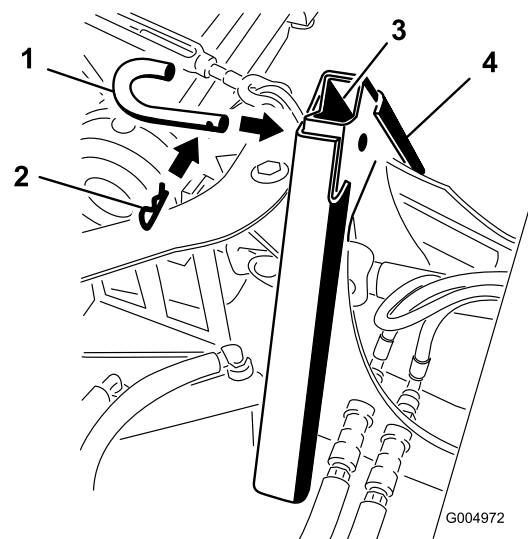

Figure 14
- Fixez les adaptateurs ensemble avec l'axe et la goupille fendue de l'accessoire, comme illustré à la Figure 14. Ils peuvent être remplacés par un écrou et un boulon si les charges sont plus importantes.